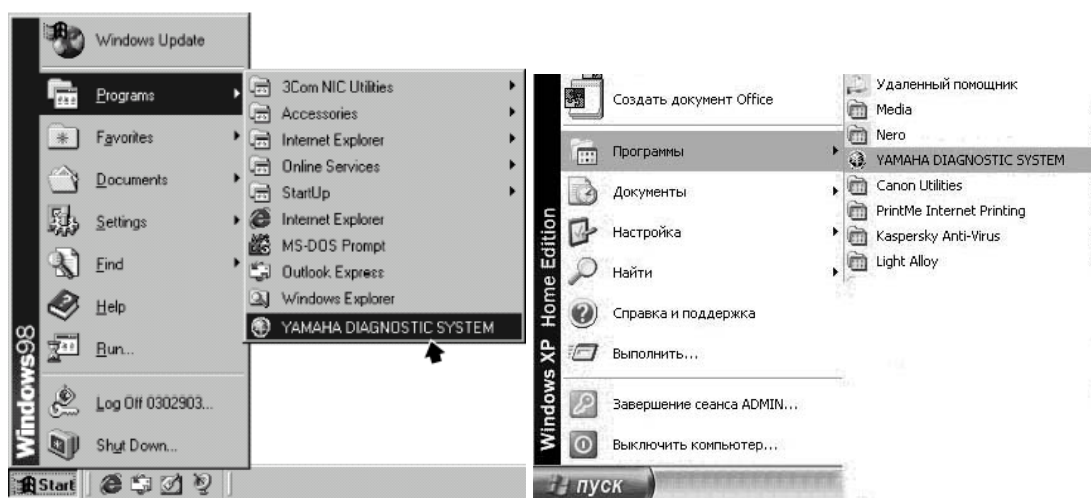

Рис. 26
3. На панели задач у основания экрана, щелкните **ПУСК(Start)** (рис. 26), далее выберете **Программы(Programs)**, и затем **YAMAHA DIAGNOSTIC SYSTEM**.